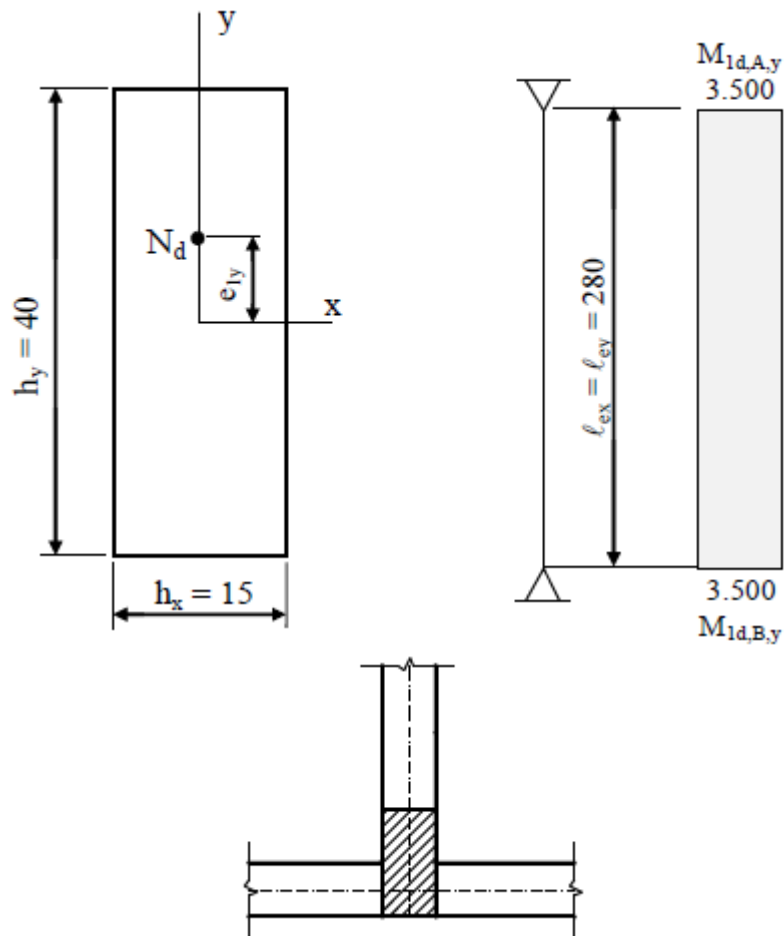

Figura 6. Dimensões da seção transversal e momentos fletores de 1ª ordem na direção y.
6. Para o pilar mostrado na Figura 6, calcular a armadura longitudinal necessária. São conhecidos: